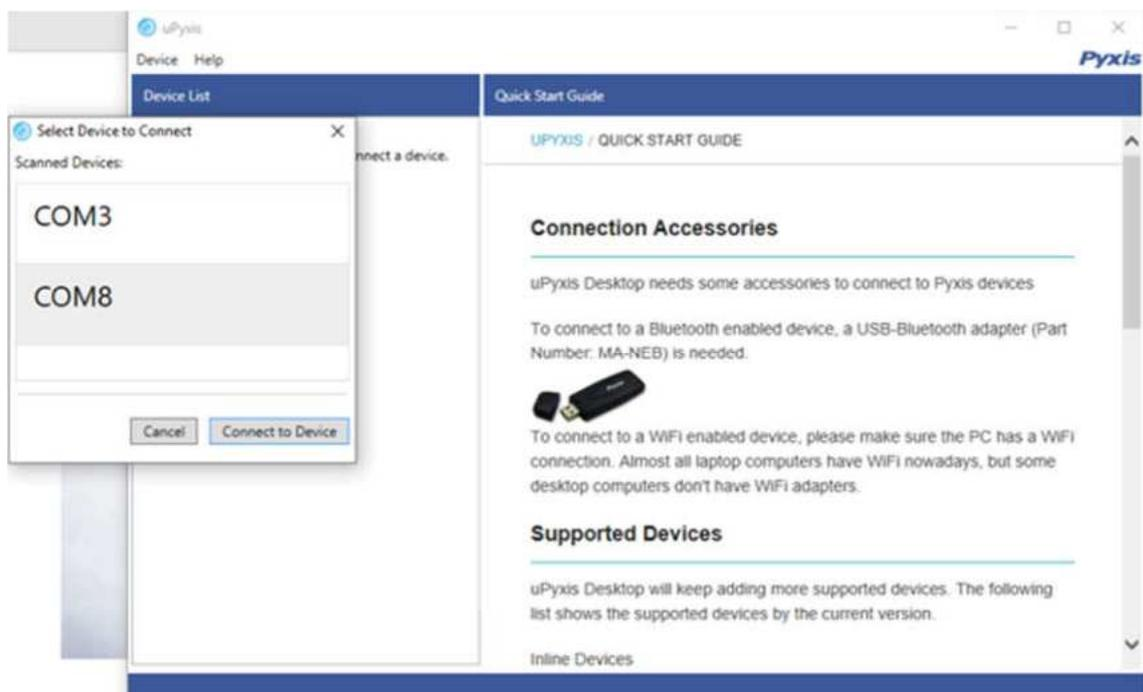

图 4-9 电脑版选择端口号
4. 选择通信端口以建立连接（图 4-9）（通常 uPyxis 识别一个通信端口。如果选择下拉列表中列出了多个通信端口，则可以尝试选择每个通信端口以查看连接是否可以，或者您可以使用 Windows 设备管理器来标识使用 Pyxis USB 适配器的通讯端口（Comm Port）。